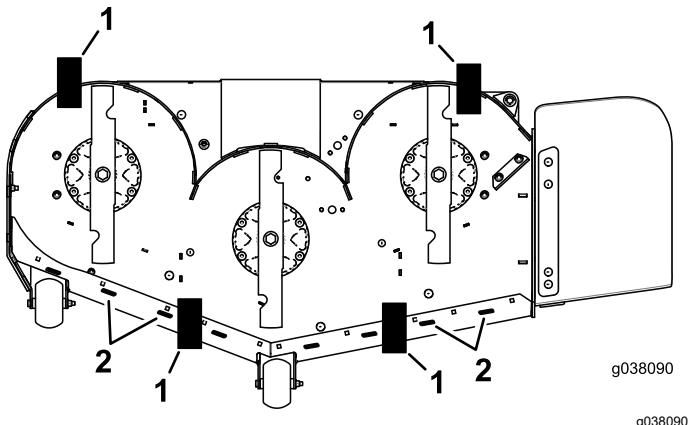

Figure 107
- 11. Placez une cale (voir le Tableau de hauteur de cale et d'inclinaison) sous le bord arrière de la jupe du tablier de coupe de chaque côté du tablier de coupe (Figure 107).